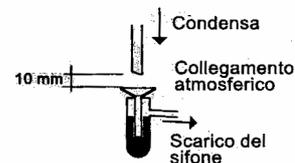
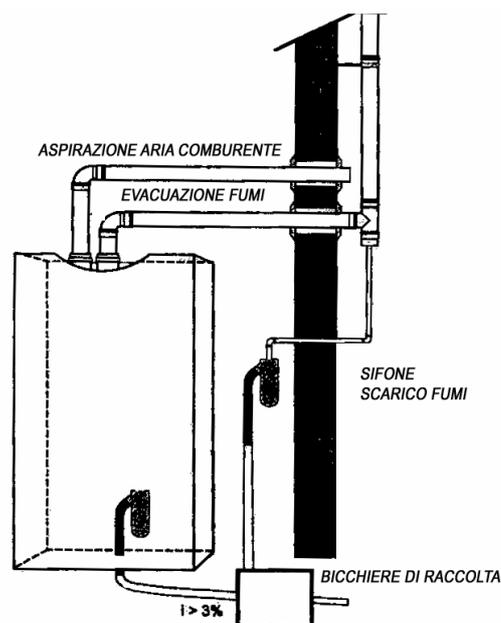

Figura 2-1
Figura 2-3 Esempio scarico condensa
- **Il tubo per lo scarico della condensa va fissato al sifone sulla caldaia, ma deve essere lasciato libero (circa 10 mm) sul collegamento al bicchiere di raccolta** (vedi Figura 2-1 e Figura 2-3 Esempio scarico condensa).